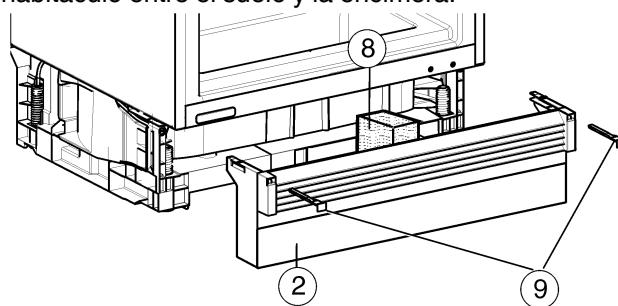

Fig. 13
► Inserte una pieza de gomaespuma Fig. 13 (8) - es importante para el funcionamiento con corrientes separadas de aire.
► Vuelva a colocar el zócalo Fig. 13 (2).
► Si el zócalo está visible Fig. 13 (2), tire del zócalo hacia delante hasta que la rejilla de ventilación y el zócalo del mueble queden totalmente alineados con el borde delantero.
► Si el zócalo está cubierto Fig. 13 (2), desplace el zócalo hasta el fondo.
► Prestar atención a que las ranuras de ventilación estén completamente libres: Si fuera necesario, recorte la altura del zócalo (U)
► Adapte la altura del zócalo (V) por todo el ancho del habitáculo (W) pasando por debajo del zócalo del aparato.
► Fijar el panel de zócalo: coloque un pasador Fig. 13 (9) sujetando el panel de zócalo.